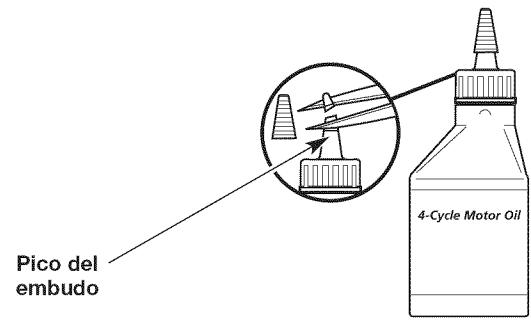

Fig. 7
2. Saque la tapa de la botella de aceite. Corte la punta del pico del embudo (Fig. 7).